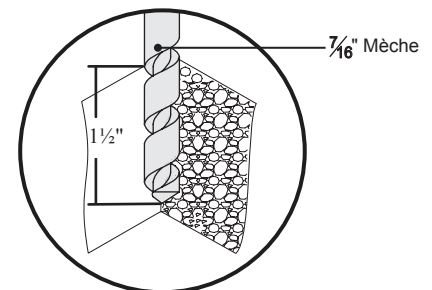

Figure 29. Le perçage des trous de montage
- A chaque emplacement marqué, percer un trou $\frac{7}{16}$ " de 1 ½ po de profondeur (Figure 29). Répétez cette étape pour les autres sites.